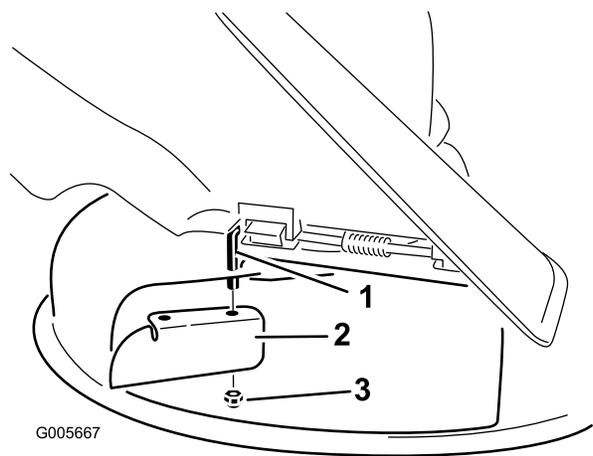

Figura 21
7. Instale o abafador de corte na haste de articulação exposta (Figura 21).
3. Retire o abafador de corte da plataforma do cortador (Figura 21).